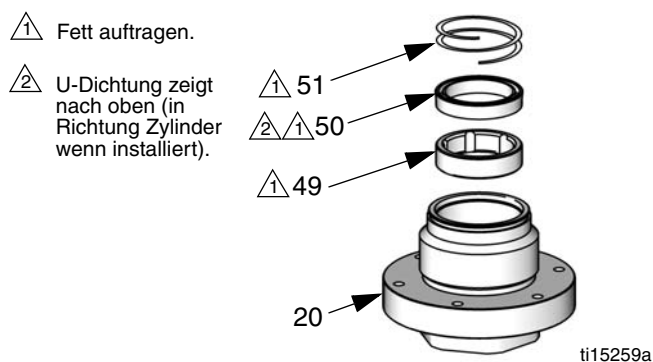

ABB. 11. U-Dichtung (Halsdichtung)
13. **Modelle mit U-Dichtungen:** Entfernen Sie mit einer O-Ring-Zange bzw. mit einer Sicherungsringzange Federring (51), U-Dichtung (50) und Wälzlager (49). ABB. 11, Seite 15.
14. Entfernen Sie den oberen O-Ring (2) der Packungsmutter sowie den unteren O-Ring (21).
15. Spannen Sie den Sechskant der Verdrängerstange (31) in einem Schraubstock ein. Entfernen Sie mit einem Inbusschlüssel (1/2") die Durchlaufmutter (44) von der Kolbenunterseite (45).
16. O-Ring (32) und Sitz (46) entfernen. Kolbenstange aus Schraubstock ausspannen und Verschlusskugel (47) entfernen.